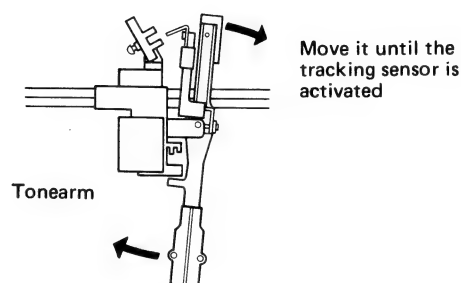

Figure 44-3
3. With the connector CNP118 shorted, move the tonearm by hand in the inner direction until the tracking sensor is activated completely. See Fig. 44-3.
3. Bei kurzgeschlossenem Anschluß CNP118 den Tonarm mit der Hand nach innen bewegen, bis der Abtastesensor vollkommen in Betrieb gesetzt ist. Siehe Abb. 44-3.
3. Quand le connecteur CNP118 est en court-circuit, déplacer le bras à la main vers l'intérieur jusqu'à ce que le senseur de pistage est complètement en action. Voir la Fig. 44-3.